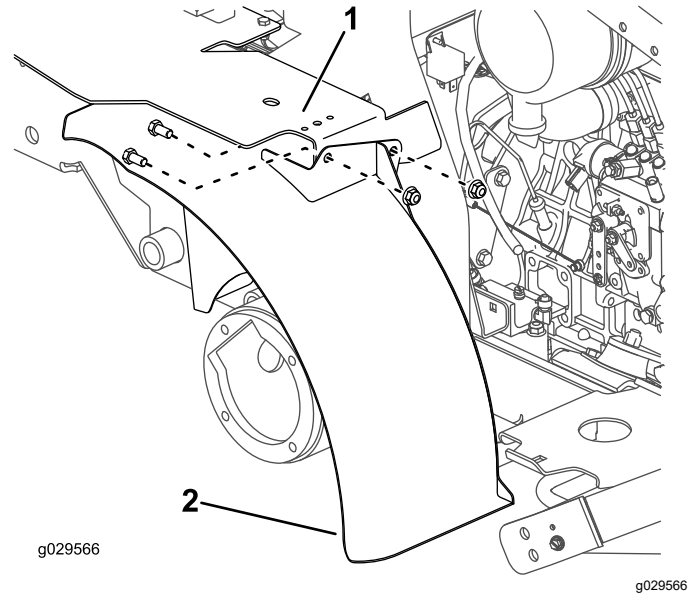

Figure 24
6. Fixez le support situé au sommet de l'aile gauche sur le support du réservoir de carburant en serrant légèrement les 2 boulons ($\frac{3}{8}$ " x $\frac{3}{4}$ ") et les 2 écrous ($\frac{3}{8}$ "), comme montré à la Figure 24.